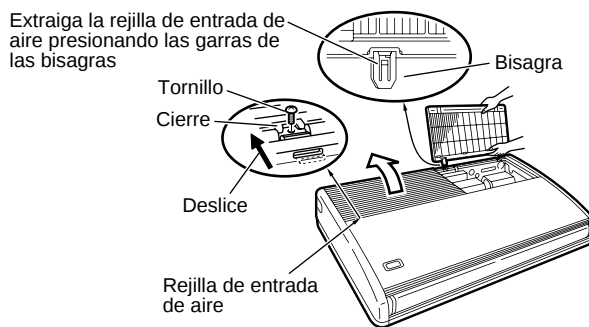
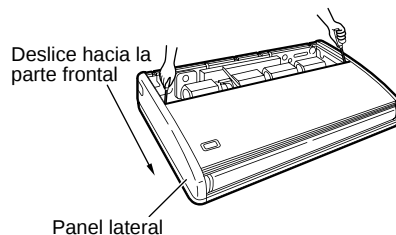

Fig. 3-41
Fig. 3-42
- (5) Antes de suspender la unidad interior del techo, retire los 2 o 3 tornillos del cierre de las rejillas de entrada de aire, abra las rejillas y extraígalas presionando las garras de las bisagras (Fig. 3-41). Después extraiga ambos paneles laterales deslizándolos a lo largo de la unidad hacia la parte frontal después de haber retirado los 2 tornillos de fijación. (Fig. 3-42)